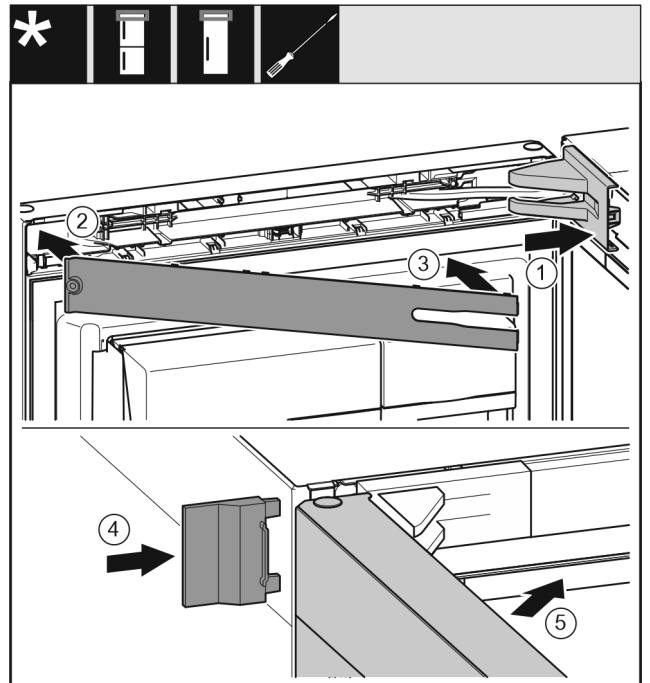

Fig. 51
- ▶ Afdekking van de lagerbus aanbrengen en vastklikken, en indien nodig, voorzichtig uit elkaar drukken. Fig. 51 (1)
- ▶ Paneel aanbrengen. Fig. 51 (2)
- ▶ Paneel naar binnen draaien en vastklikken. Fig. 51 (3)
- ▶ Buitenste afdekking erop schuiven. Fig. 51 (4)
- ▶ Bovenste deur sluiten. Fig. 51 (5)